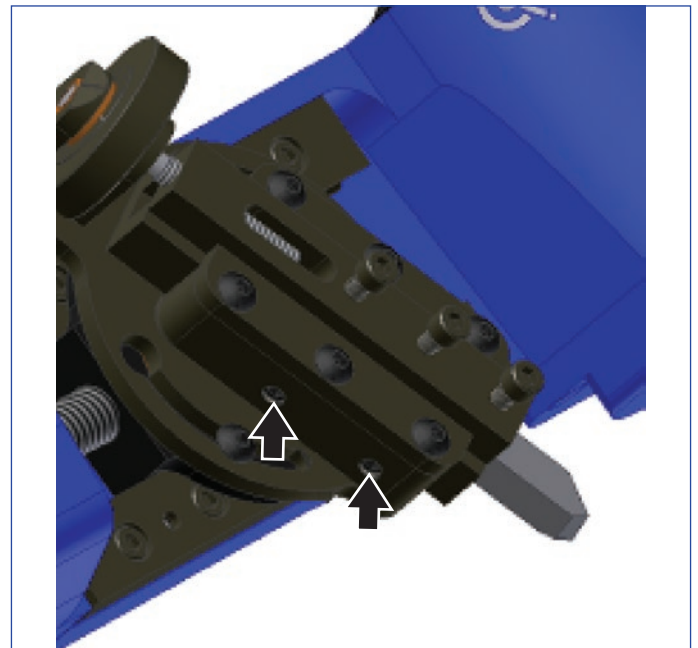

Figuur 7
5. Bevestig de beitel in de beitelhouder (*zie figuur 7*). Het snijvlak van de beitel moet in tegengestelde richting van de drie beitelhouderschroeven wijzen. De punt van het beitelsnijvlak moet ongeveer 13 - 19 mm (0,50 - 0,75 inch). Draai de 3 beitelhouderschroeven vast.